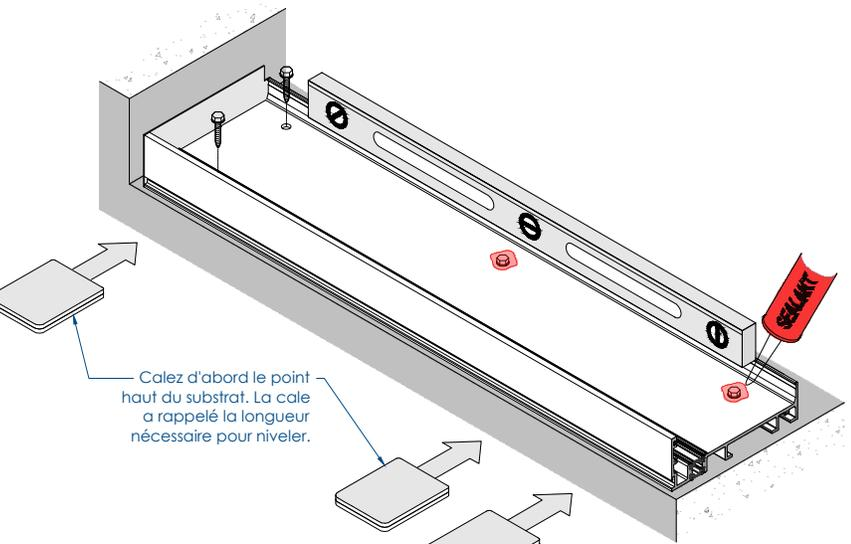

FIG. 1
- Mettez une cale sous le receveur de seuil pour niveler et corriger la position de la hauteur. **Voir Fig. 1.**